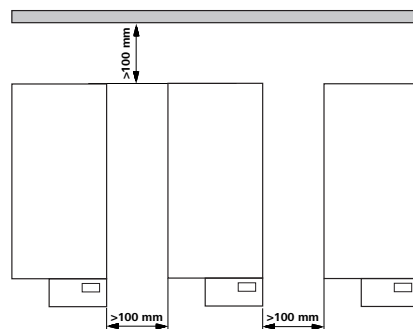

Fig. 2
- Svarbu: išlaikykite minimalų atstumą tarp prietaisų, tarp prietaiso ir sienos, taip pat virš įrenginio (min. 800 mm), (Fig. 2).